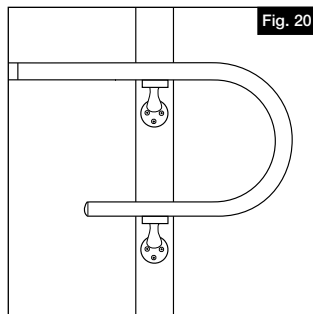

Fig. 20
- c. Fixer la boucle de la main courante à la surface de montage en utilisant 2 supports de main courante (figure 20), en suivant les instructions de ce guide.